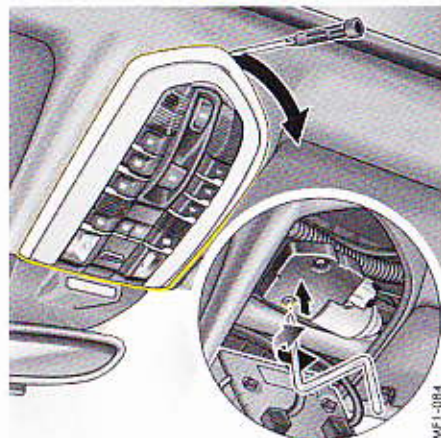

Fig. 270 : Actionnement du système de toit panoramique à l'aide d'une clé Allen
3. Déclipez la console de pavillon par le bas à l'aide d'un objet approprié (un tournevis p. ex.) et rabattez-la vers le bas (Fig. 270).
4. Enfoncez la clé Allen dans le moteur jusqu'à la butée et tournez-la vers la droite ou vers la gauche, selon que le système de toit panoramique doit être ouvert ou fermé (Fig. 270).